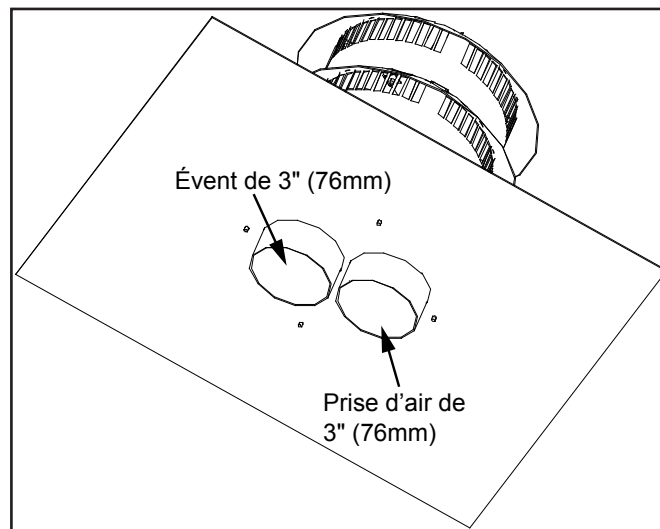

Figure 18: Dessous du capuchon d'évent générique.
6. Appliquez une couche de silicone à haute température sur le collet de la prise d'air du foyer, glissez gaine de prise d'air de Ø3" (76mm) sur le collet, fixez-le avec trois (3) vis à métal, également distancées.
7. Au sommet de la cheminée, appliquez une couche scellante de ciment à poêle sur le tuyau du terminal d'évent de Ø3" (76mm) (voir figure 18). Glissez gaine de Ø3" (76mm) sur la terminaison d'évent et fixez-le avec trois (3) vis à métal, également distancées.
8. Appliquez une couche de silicone à haute température sur le collet de la prise d'air du terminal d'évent (voir figure 18). Glissez la gaine de prise d'air flexible de Ø2" (51mm) sur le collet. Fixez la gaine flexible avec trois (3) vis à métal, également distancées.